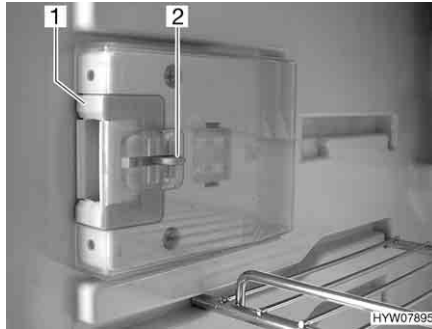
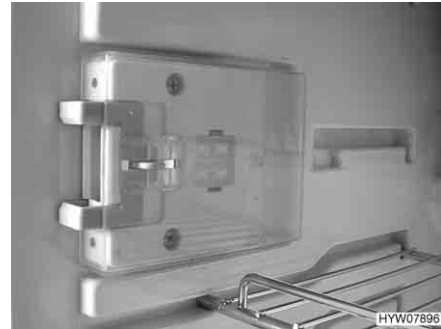

Fig. 239 Dispositivo de cierre en posición normal
Fig. 240 Dispositivo de cierre en posición de ventilación
- Hundir el desbloqueo (Fig. 239,2).
- Empujar el dispositivo de cierre (Fig. 239,1) hacia delante (Fig. 240).